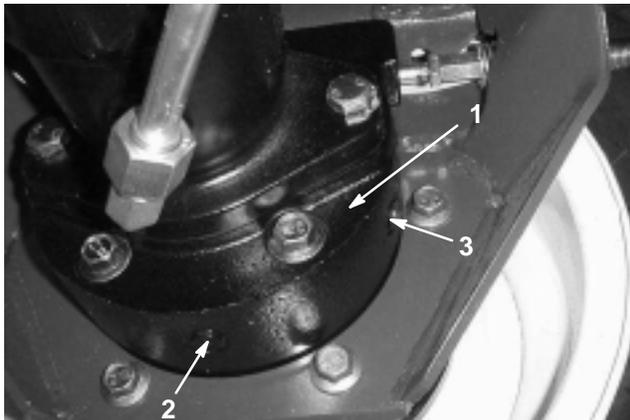

Figure 52
- Placez un autre bac de vidange sous le carter de frein de l'autre côté de la roue (Fig. 52).